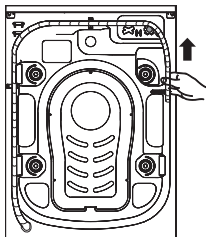

Fig.1
- Conecte el tubo de entrada al grifo de agua fría y a la válvula de entrada situada en la parte trasera del aparato, como en la Fig. 1